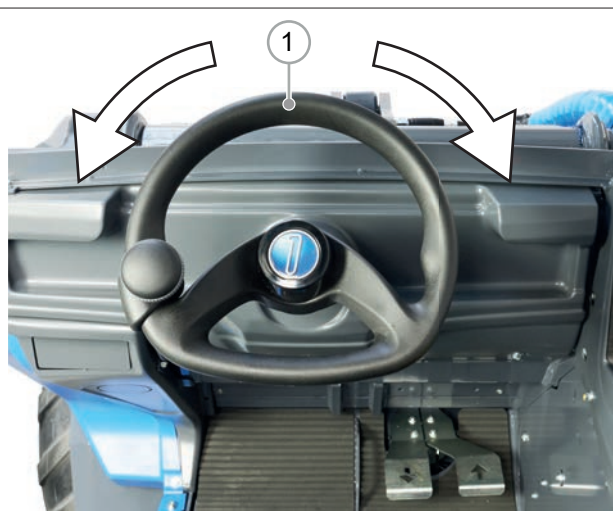

РИС. 29
- 5) Используя рулевое колесо (РИС. 29 - Сс. 1) выберите направление движения.